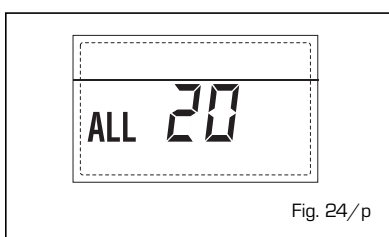

Fig. 24/p
**- ANOMALIA AVARIA Sonda IMPULSÃO PRIMEIRA ZONA MISTURADA "ALL 21" (fig. 24/q)**